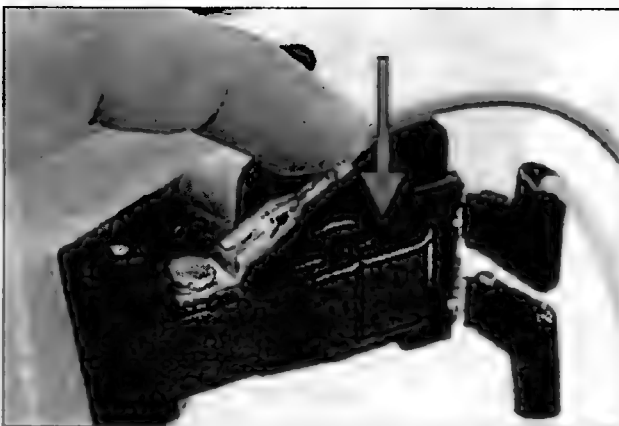

Рис. 2.6.13
- Отжимают вниз провод заземления (рис. 2.6.13).